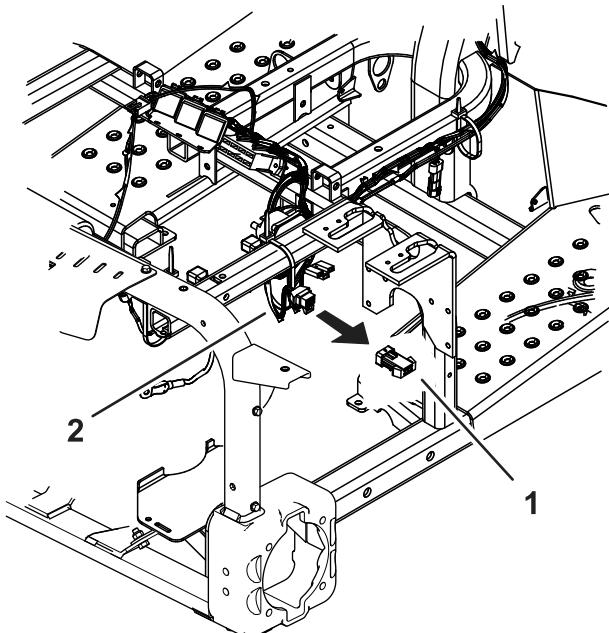

**Bild 32**
3. Verlegen Sie den Kabelbaum vom Schalter entlang des Sitzscharniers bis zum vorher am Ventil montierten Relais (Bild 32).
Setzen Sie die Sicherung in die rechte Fassung im Sicherungsblock ein (Bild 32).